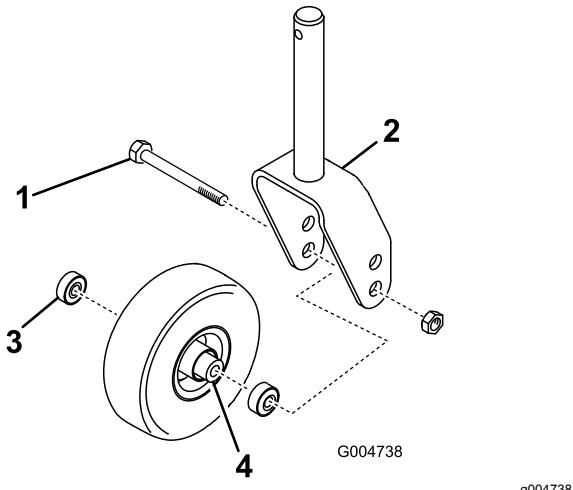
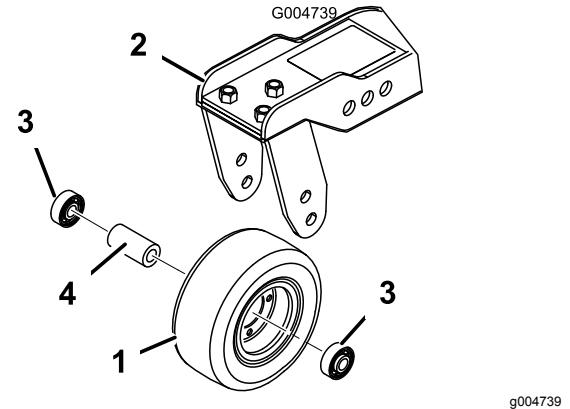

Bild 108
Bild 109
1. Entfernen Sie die Sicherungsmutter von der Schraube, mit denen das Laufrad in der Mitte der Laufrdgabel (Bild 108) oder am Laufradgelenkarm (Bild 109) befestigt ist. Halten Sie das Laufrad fest und schieben die Schraube aus der Gabel oder vom Gelenkarm ab.
2. Entfernen Sie das Lager aus der Radnabe und lassen das Lagerdistanzstück herausfallen (Bild 108 und Bild 109). Entfernen Sie das Lager aus der gegenüberliegenden Seite der Radnabe.